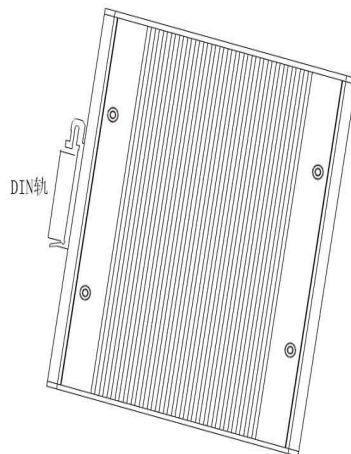

图 4-1 WitNet IES3009 安装方式图
大多数的工业应用采用 35mm 标准 DIN 卡轨式安装，其安装尺寸如图 4-1 所示。
- 如图 4-1 中所示，将 DIN 轨卡入 DIN 卡轨连接座，确认 WitNet IES3009 设备可靠地安装到 DIN 轨上。